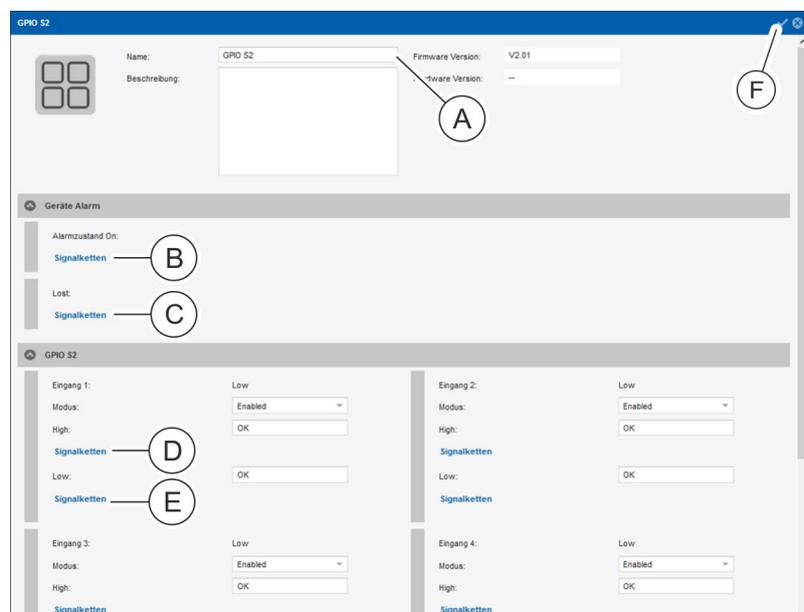

Abb. 131: Menü "Status" – Registerkarte "Sensoren" (Detailansicht)
6. ➔ Für das ausgewählte GPIO-Modul bei Bedarf die Benennung ändern und bei Bedarf eine Beschreibung hinzufügen (Abb. 131/Ⓐ).
7. ➔ Für den jeweiligen Eingang für das Low-Signal bei Bedarf über die Schaltfläche „*Signalketten*“ eine Signalkette zuweisen (Abb. 131/Ⓞ).
11. ➔ Für den jeweiligen Eingang für das High-Signal bei Bedarf über die Schaltfläche „*Signalketten*“ (Abb. 131/Ⓞ) eine Signalkette zuweisen (analog zu Schritt 8 – 10).
12. ➔ Im Bereich „*Geräte Alarm*“ für den „*Alarmzustand Lost*“ und „*Alarmzustand OK*“ bei Bedarf eine Signalkette konfigurieren. Dazu auf die Schaltfläche „*Signalketten*“ (Abb. 131/Ⓞ bzw. Ⓞ) klicken.
14. ➔ Konfiguration über die Schaltfläche „*Speichern*“ (Abb. 131/Ⓞ) übernehmen.